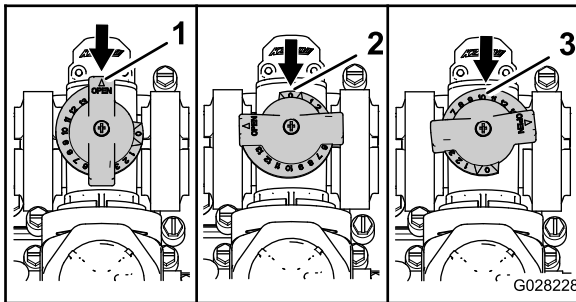

Figure 48
- La vanne de dérivation d'agitation est en position complètement OUVERTE comme montré en A sur la Figure 48.
- La vanne de dérivation d'agitation est en position FERMÉE (0) comme montré en B sur la Figure 48.
- La vanne de dérivation d'agitation est en position INTERMÉDIAIRE (RÉGLÉE EN FONCTION DU MANOMÈTRE POUR LE SYSTÈME DE PULVÉRISATION) comme montré en C sur la Figure 48.